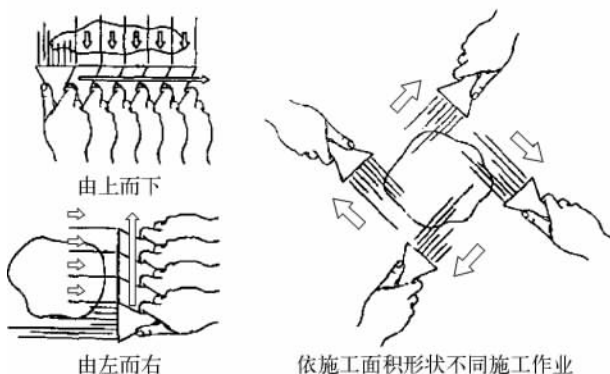

图 3-37 随被涂面的面积形状不同刮原子灰作业程序
(2) 原子灰的刮涂 施涂原子灰时,用两把铲刀,一把用来放混合好的原子灰,另一把用来施涂。施涂时将原子灰刮在施涂区域(随被涂面的面积形状不同刮原子灰作业程序见图 3-37)。对于需要较厚的填补区域可以分几次进行填补,第一遍施涂的原子灰要薄,并用铲刀尽量压实、刮平,以防止有气孔或填充不实的情况产生。第一层干燥后可以直接刮涂第二遍,施涂的面积比第一